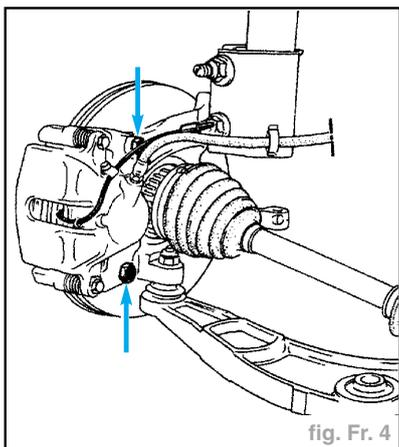

fig. Fr. 4
- les deux vis de fixation de la chape (fig. Fr. 4),